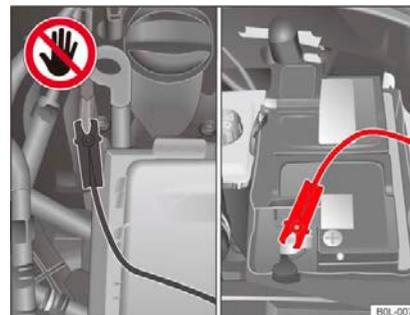

Рисунок 135 Моторный отсек: разъем для зарядного устройства или вспомогательного пускового кабеля
- Поднимите защитную пластину на положительном электроде → рис. 135.